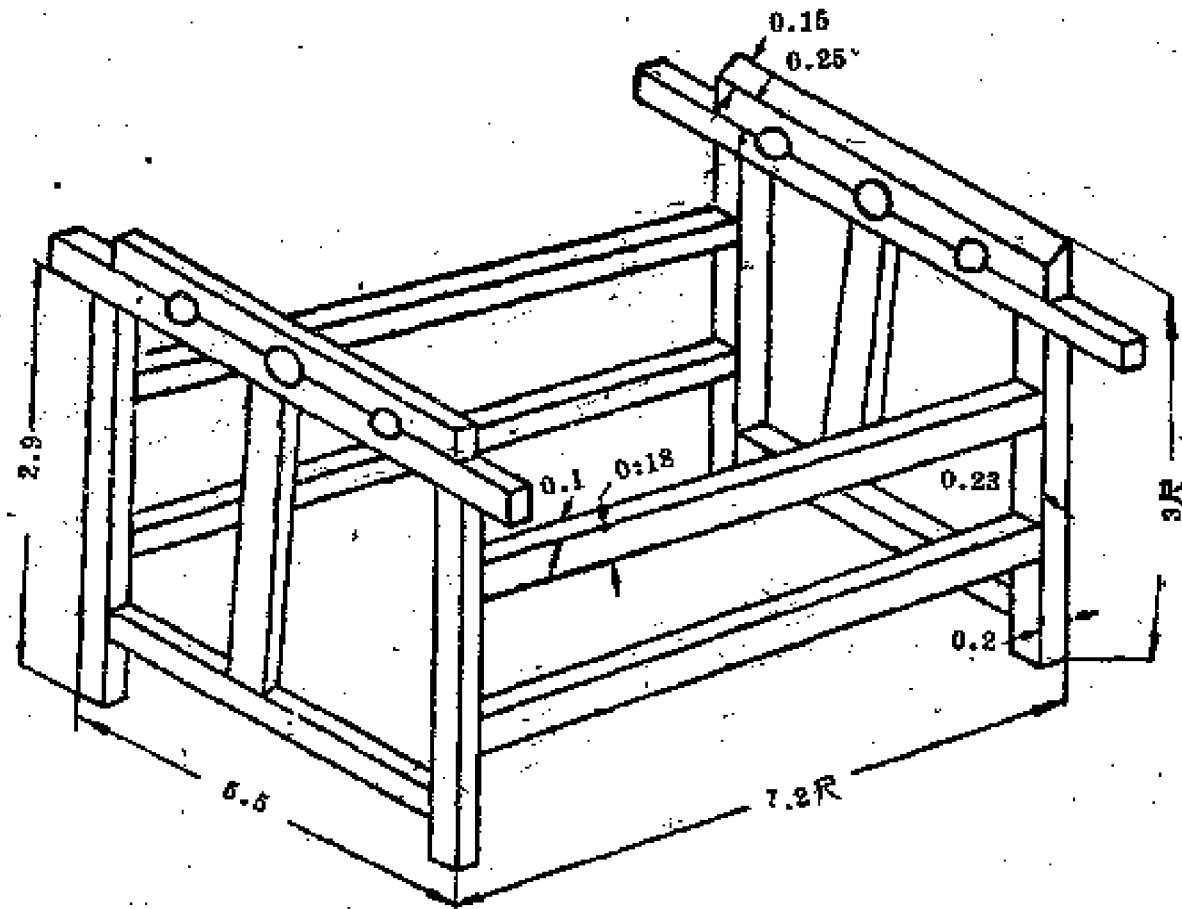

图2 主架。
1. 主架：主架是一个长立方形，长7.2尺，宽5.5尺。前端两根高3尺，后端两根高2.9尺，两端和两侧，各有横梁两根、顺梁两根。如图2。在主架前后两端中间有一根立撑柱。